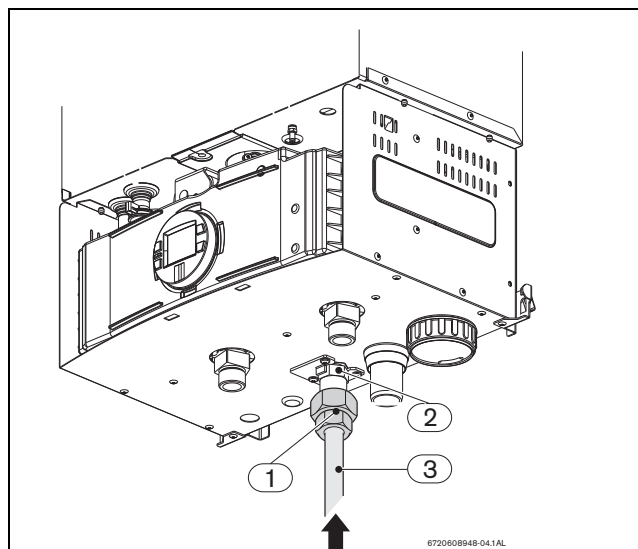

Рис. 28
- Закрутіть різьбову головку на штуцер газової труби (Рис. 28, поз. 1) та використайте мідний (Рис. 28, поз.2) кінець, щоб припаяти трубу колонки до труби мережі газопостачання (Рис. 28, поз. 3).